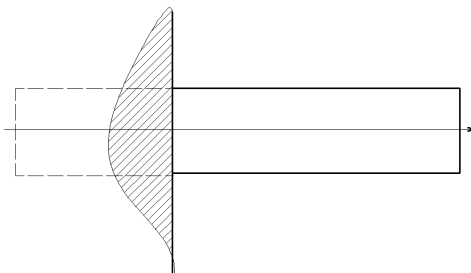

Рис. 6
- Движение тела может быть ограничено жесткой заделкой. Реакцию заделки можно заменить двумя взаимно перпендикулярными составляющими и моментом в заделке (рис. 6).